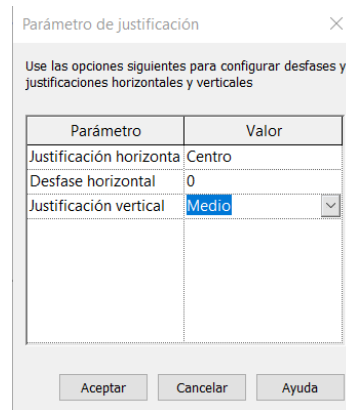

Imagen 4.252: Ventana de parámetros de justificación
- Justificación [1]: Con esta herramienta, podemos controlar el límite de justificación de nuestra red de tuberías modelada. Si hacemos uso de esta herramienta, nos aparecerá la siguiente ventana (imagen 4.252), donde podemos configurarla acordes a nuestras necesidades.